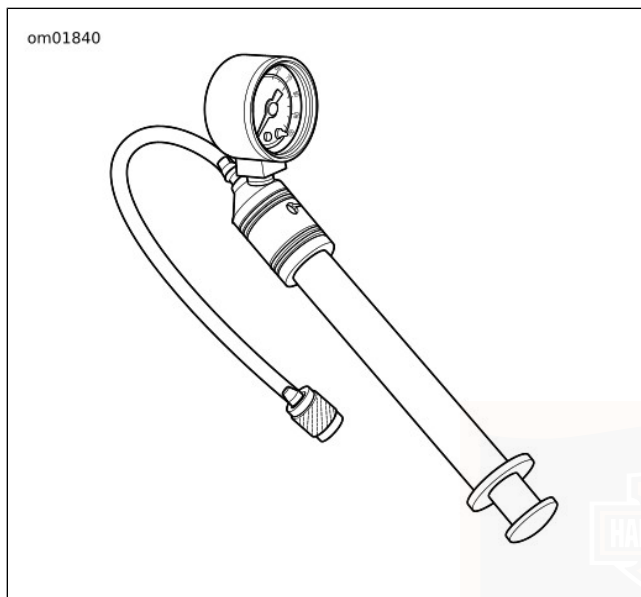

Figura 30. Bomba e indicador de suspensión de aire (HD-34633)
3. Vea Figura 30. Conecte una BOMBA E INDICADOR DE SUSPENSIÓN DE AIRE (PIEZA N.º: HD-34633) en la válvula de aire. Llene o libere el aire del amortiguador a la presión especificada para su carga. Vea Tabla 18.